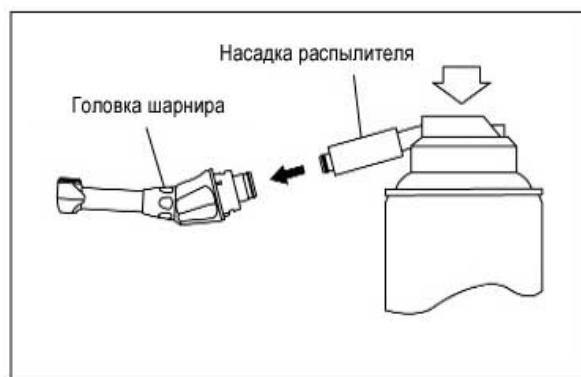

Рис. 12
2. Вставьте насадку для смазки в задний разъем углового наконечника и распылите смазку в течение 2-3 секунд (рис. 12).